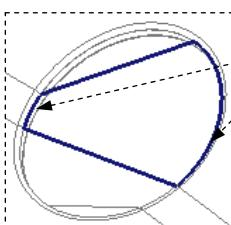

图 21.19 操作步骤 2
② 选取第二方向曲线。在操控板中单击第二方向曲线操作栏，按住 Ctrl 键，依次选取图 21.19 所示的第二方向的两条边界曲线。
(3) 在操控板中单击 **√** 按钮，完成边界曲面 2 的创建。